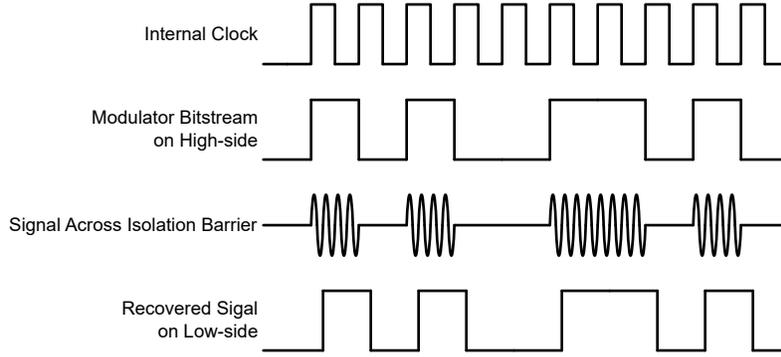

图 7-1. 基于 OOK 的调制方案
AMC0x11S-Q1 使用开关键控 (OOK) 调制方案 (如图 7-1 所示), 跨过基于 SiO2 的隔离栅来传输调制器输出比特流。功能方框图中所示的发送驱动器 (TX) 跨过隔离栅发送一个内部生成的高频载波来表示数字一, 而 TX 不发送信号则表示数字零。AMC0x11S-Q1 内使用的载波标称频率为 480MHz。